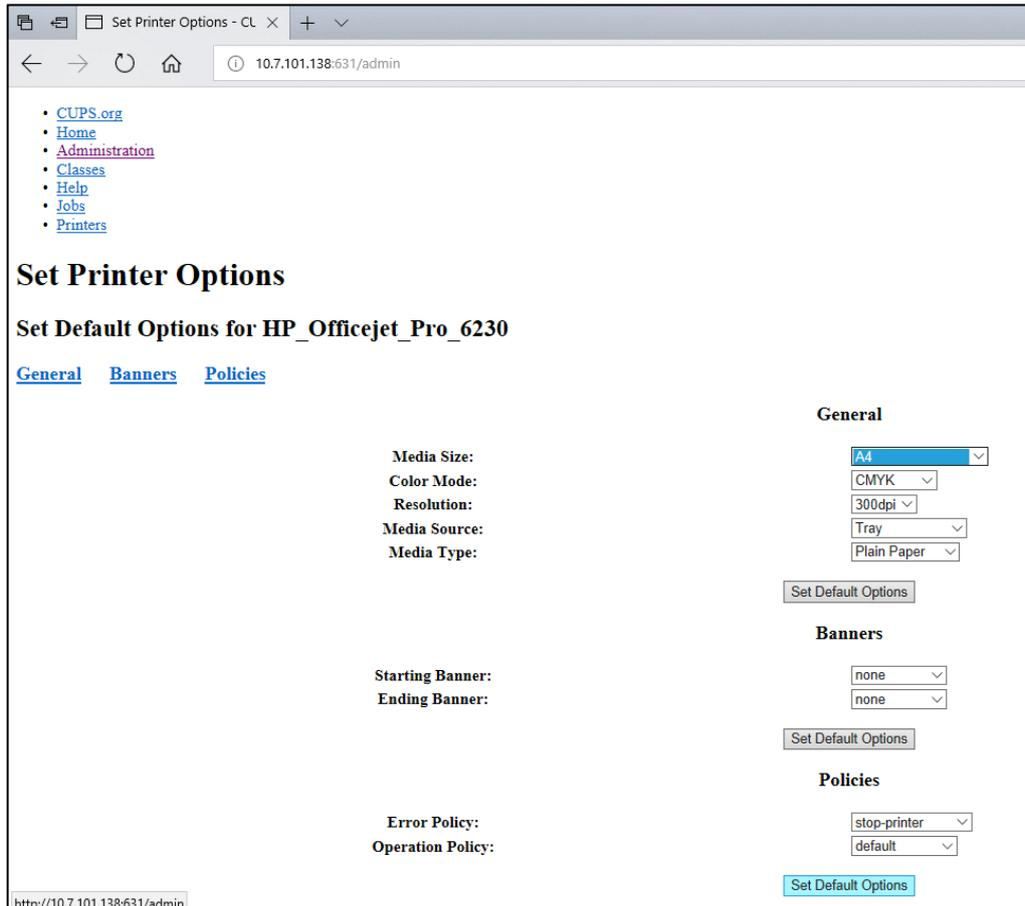

Figura 84. Selección del tamaño de papel correcto.
7. Seleccione el Media Size (Tamaño de papel) correcto (como "A4"), ya que algunas impresoras no imprimirán si el formato de papel no es correcto. A continuación, guarde la selección pulsando Set Default Options (Definir las opciones predeterminadas; consulte la figura 84).